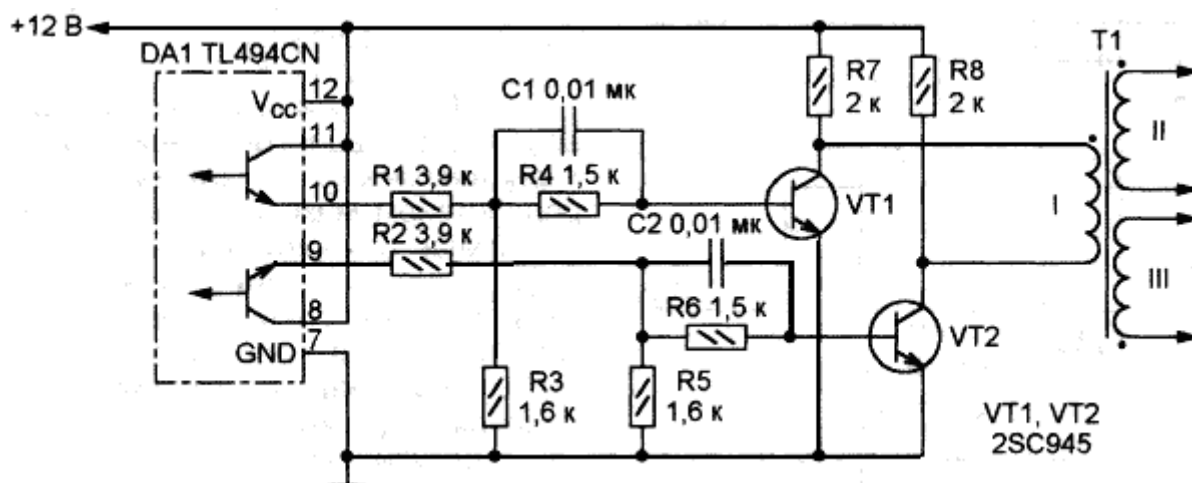

Рис.5.
Диод VD3 закрывается, если выброс напряжения на среднем выводе обмотки I превышает напряжение питания каскада. Еще один вариант схемы промежуточного каскада (ИБП ESP-1003R) показан на рис. 5. В данном случае выходные транзисторы микросхемы DA1 включены по схеме с общим коллектором.
3. Назначение конденсаторов C1 и C2 в схеме рис.5?